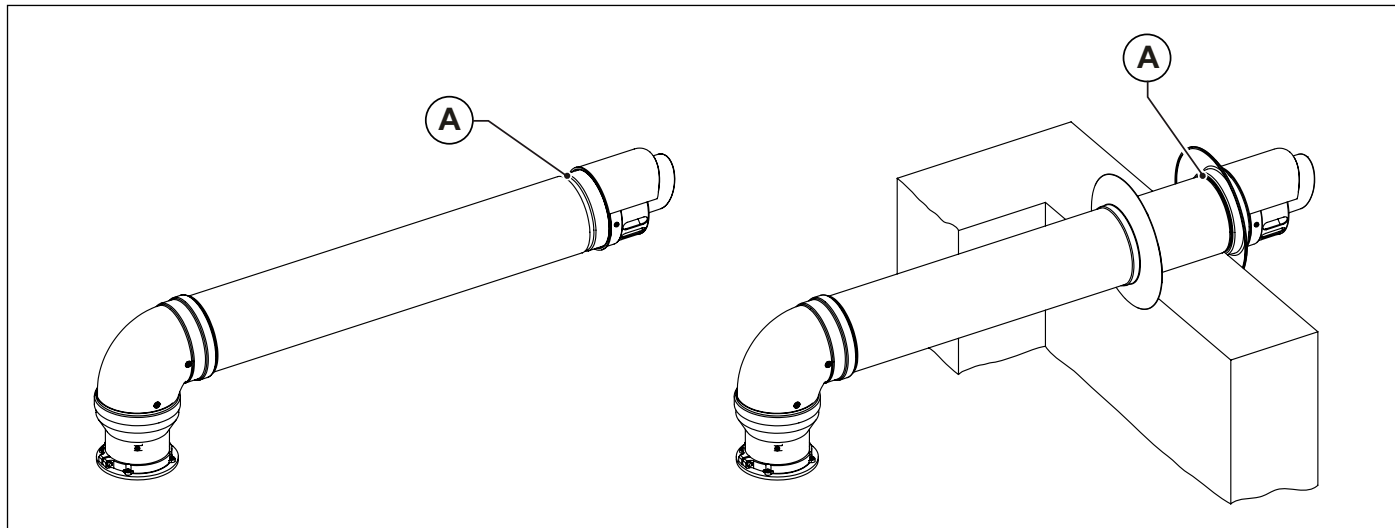

Fig. 13 Instalación terminales en el pared
Los terminales de aspiración de aire y evacuación de los humos, desdoblados y coaxiales, están dotados de un canal (A) en la parte final para la fijación del rosetón externo (ver Fig. 13 Instalación terminales en el pared).